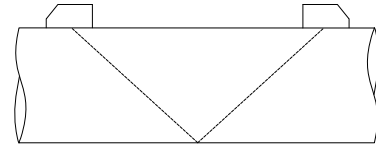

Abb. 3.7: Reflexanordnung
Die Sensoren sind auf derselben Seite des Rohrs montiert (siehe Abb. 3.7).
- gerade, wenn die Messung in der Reflexanordnung (siehe Abb. 3.7) durchgeführt wird.